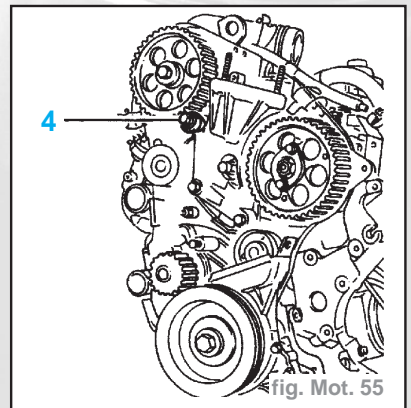

fig. Mot. 55
- Reposer la goupille de centrage à l'aide de l'outil (4) (fig. Mot. 55).
- Déposer l'outil (4) et le goujon.